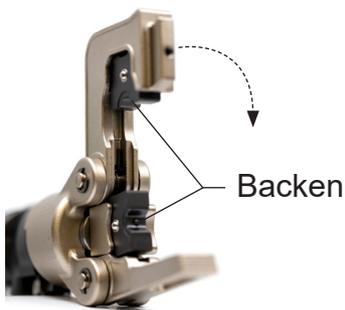

Fig. 1
1. Select the correct combination of dies. Open the hinged jaw, set the positioning screw, picture 3, in correct position, and insert the die set into the presshead. Close Jaw clasp 4, see fig. 1.
1. Auf richtige Pressbackenauswahl achten. Klappverschluss öffnen. Positionsschraube für Pressbackentyp TB, bzw. KB in die richtige Position bringen Fig.3, (1 = TB-Backen, 2 = KB-Backen). Pressbacken in den Presskopf einsetzen, Verschlusslasche schließen (Fig.1)
Das feste Handgriffrohr wird mit Hilfe einer Rohr- oder Greifzange losgeschraubt (Fig. 1). Wenn zwischen Stahlrohr und Backen im Werkzeug ein Streifen Schmirgeltuch gelegt wird, ist ein besserer Griff das Ergebnis.